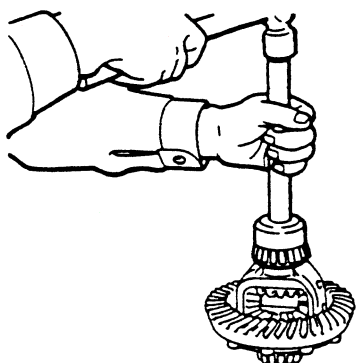

图 4-129 定位轴承座圈
(3) 装上所需要垫片置于轮壳（从动大齿轮侧）上，放置轴承座圈于外壳轮毂上。依图 4-129 所示使用轴承安装器将轴承座圈定位。